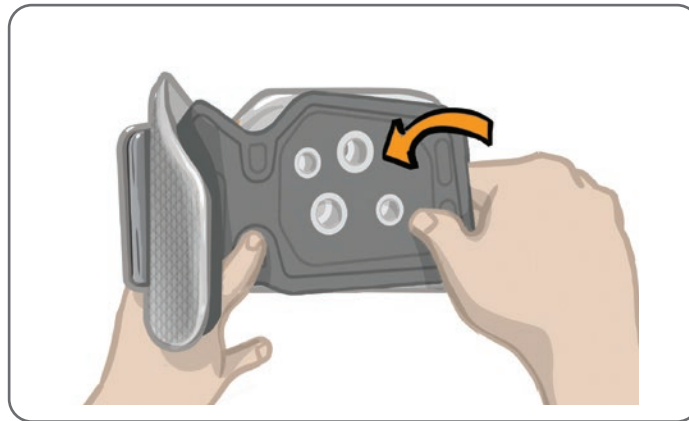

Figure 6-4 : Fixation du panneau personnel
1. Pour le panneau personnel de taille normale, alignez le panneau sur les quatre boutonnières de la jambière normale. Reportez-vous à la figure 6-4.